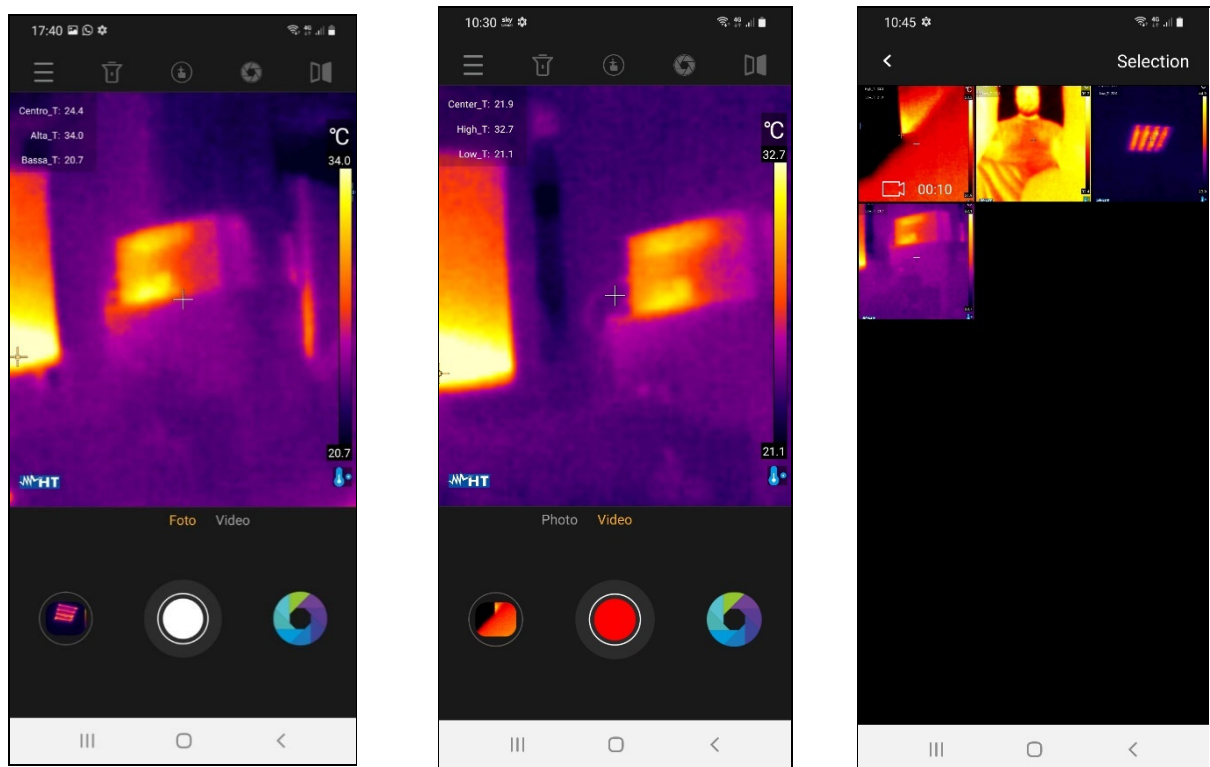

Fig. 9: Sauvegarde des images et des vidéos
1. Toucher l'icône centrale blanche (voir Fig. 3- partie 17) pour enregistrer l'image sur l'écran. Le message " Saved photo " s'affiche un instant et l'instantané correspondant s'affiche dans l'icône en bas à gauche (voir Fig. 3- partie 15), comme illustré à la Fig. 9- côté gauche
2. Appuyez sur l'option "Vidéo" (voir Fig. 3- partie 14) pour lire la vidéo IR et appuyez sur l'icône centrale rouge pour démarrer l'opération. Touchez l'icône centrale avec un carré rouge (voir Fig. 9- partie centrale) pour terminer et enregistrer la vidéo IR. Le message " Saved video " s'affiche un instant
4. Touchez l'icône en bas à gauche (voir Fig. 3- partie 15) pour accéder à la Galerie des images et vidéos enregistrées (voir Fig. 9- partie droite).